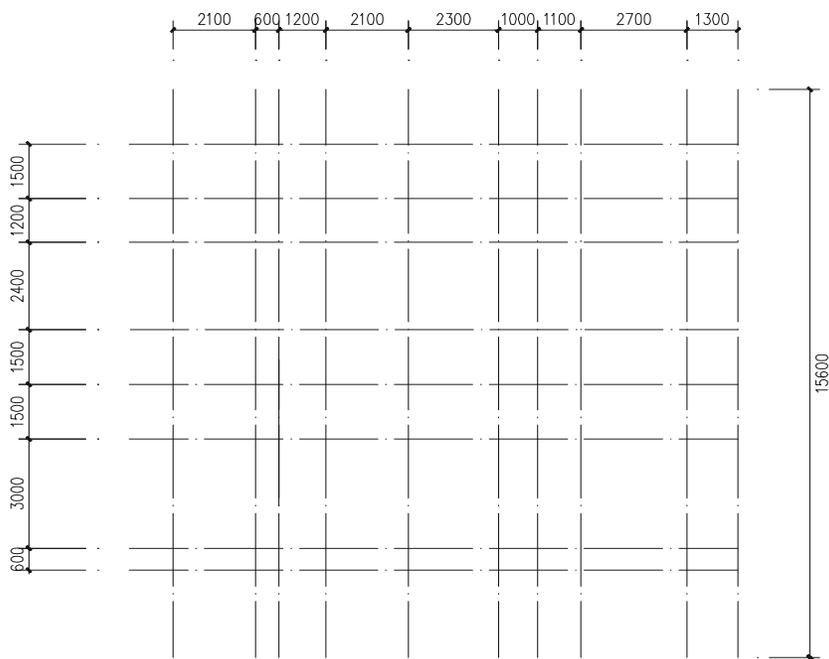

图 11-1-4
**STEP 05** 使用绘制直线命令 LINE 绘制一条长为 15600 竖直线，并使用偏移命令 OFFSET 将其分别依次向左偏移 1300、2700、1100、1000、2300、2100、1200、600、2100，如图 11-1-4 所示。